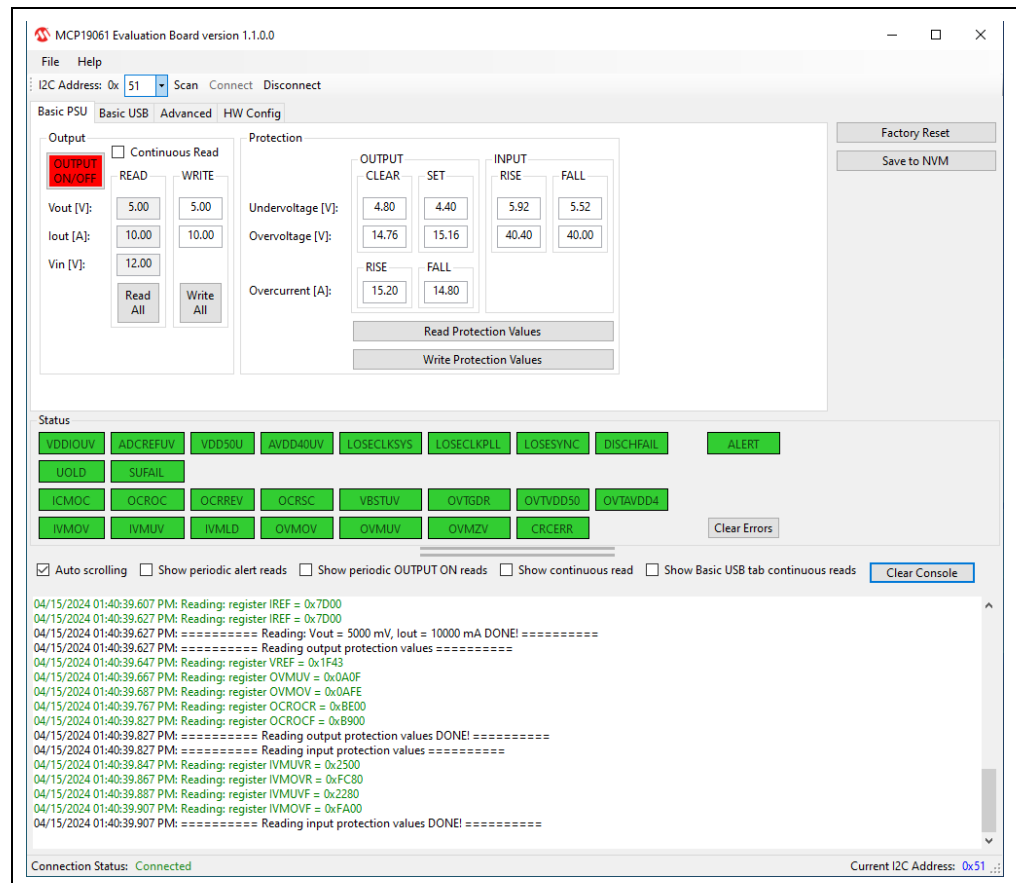

图 2-2: MCP19061 GUI
- 更新了图 2-2、图 2-3、图 2-4 和图 2-5。